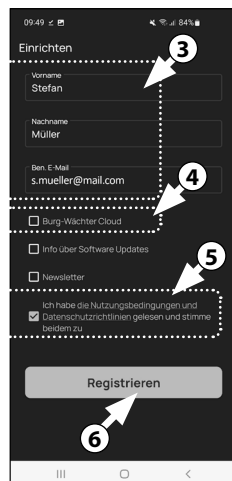

Fig. 3
- 3 Entrez votre nom et une adresse e-mail (Fig. 3).
- 4 Choisissez le point : « *Cloud BURG-WÄCHTER* », celui-ci n'est pas nécessaire pour la configuration et peut donc être négligé pour commencer (Fig. 3). Vous trouverez une explication à ce sujet dans la notice principale, sur notre site web (voir lien sur la page de couverture).
- 5 Lisez intégralement les conditions d'utilisation et les directives sur la protection des données, et acceptez-les (Fig. 3).
- 6 Appuyez sur « enregistrer » (Fig. 3).